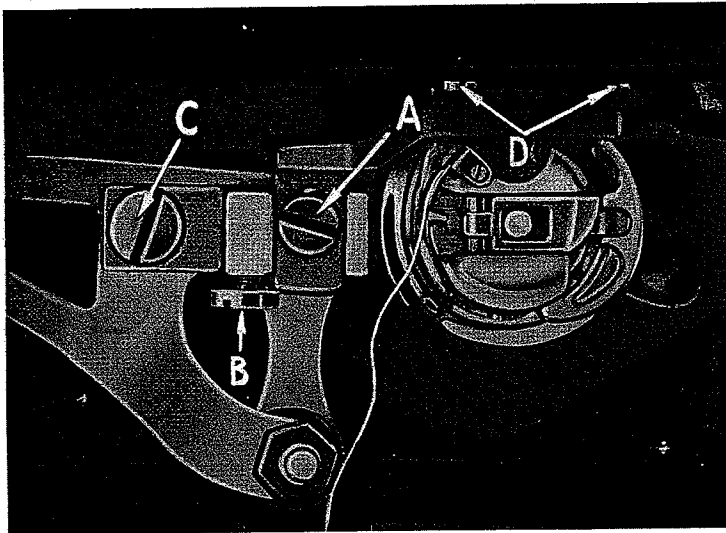

Fig. 14
El tornillo de sujeción del portador del diente de alimentación (A, Fig. 14) deberá aflojarse ligeramente, y el tornillo regulador (B) deberá voltearse hacia la derecha, para levantar el diente de alimentación, girando hacia la izquierda para bajarlo. Cerciórese de que la parte inferior del vástago del portador del diente de alimentación descansa sobre la cabeza del tornillo regulador.